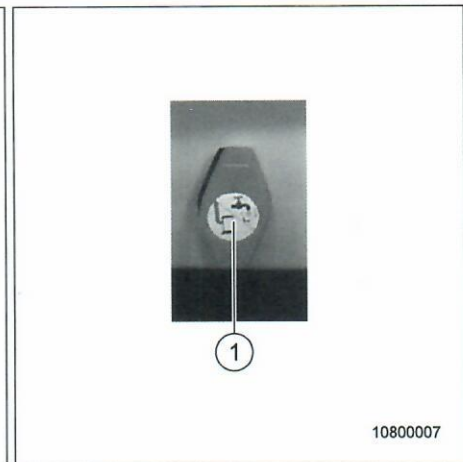

Abb. 53 Gasabsperrentil Heizung
- Das Gasabsperrentil für die Heizung (Abb. 53, Pos. 1) befindet sich unter dem Bett.